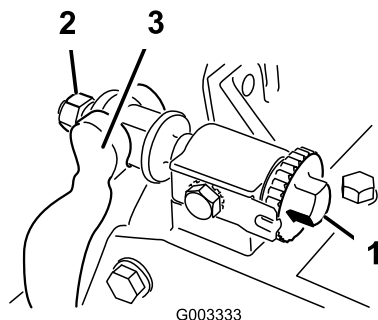

Figura 56
1. Girate in senso antiorario la vite di regolazione della barra di appoggio per allontanare quest'ultima dal cilindro (Figura 56).